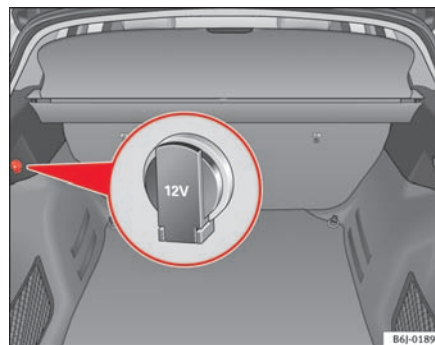

Fig. 82 Udsnit af bagagerummets sidebeklædning: 12-volts-stikdåse
- Løft stikdåsens afdækning ⇒ fig. 82.